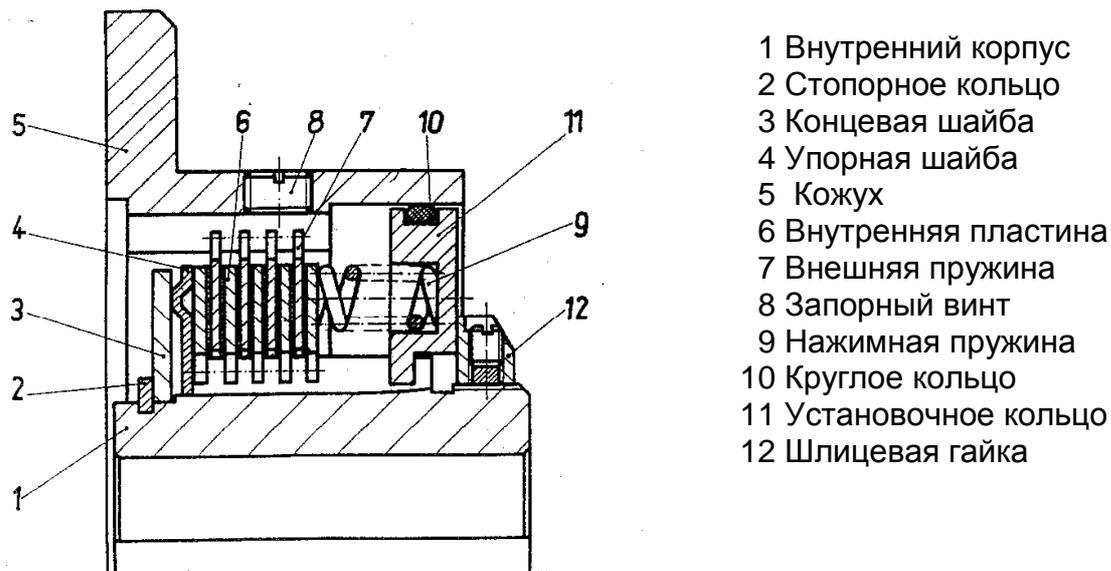

Рис. 1
При помощи шлицевой гайки (12) и установочного кольца (11) (рис. 1) или болтов с шестигранной головкой (13) (рис. 2; 3) крутящий момент муфты может быть отрегулирован (см. п. 4).